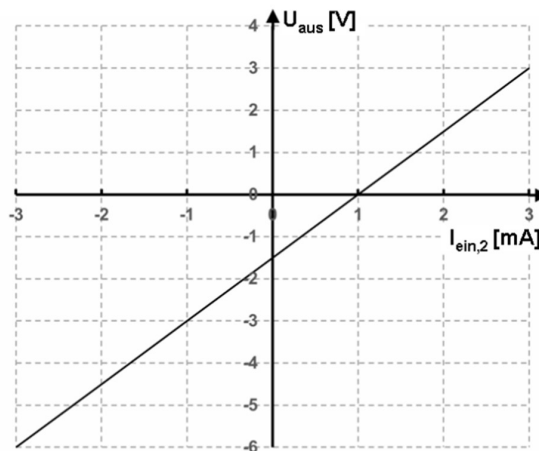

Abbildung 2b)
- e) In Abbildung 2b) ist ein Diagramm gegeben für $I_{ein,1} = 1 \text{ mA}$ und $I_{ein,2} = -3 \dots +3 \text{ mA}$ (unter der Bedingung $I_3 = I_{ein,2}$). Welcher Wert wurde hier für R_1 gewählt? 4